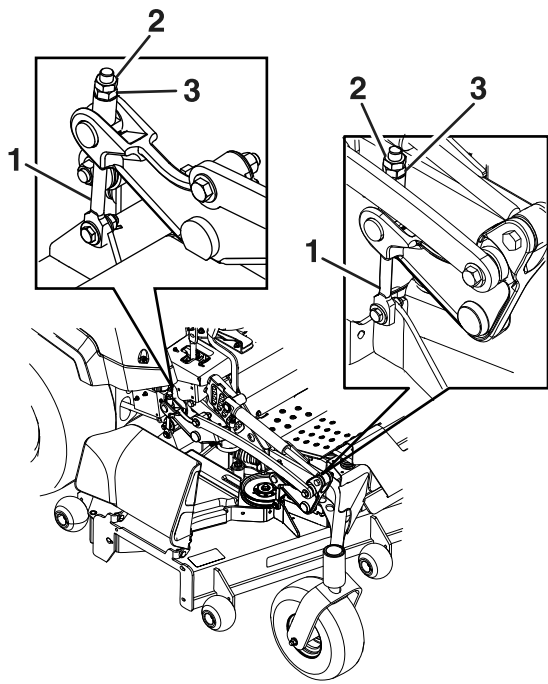

Figura 76
9. Gire la tuerca de ajuste del conjunto de elevación de la carcasa delantera para modificar la altura (Figura 76).